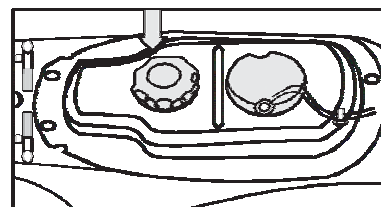

Abb. 28
6.1 Der Tank befindet sich unter dem Sitz (Abb. 28) und ist nur zugänglich, wenn der Sitz offen und angehoben ist. Um Kraftstoff einzufüllen, den Deckel abschrauben und nach dem Tanken wieder schließen.